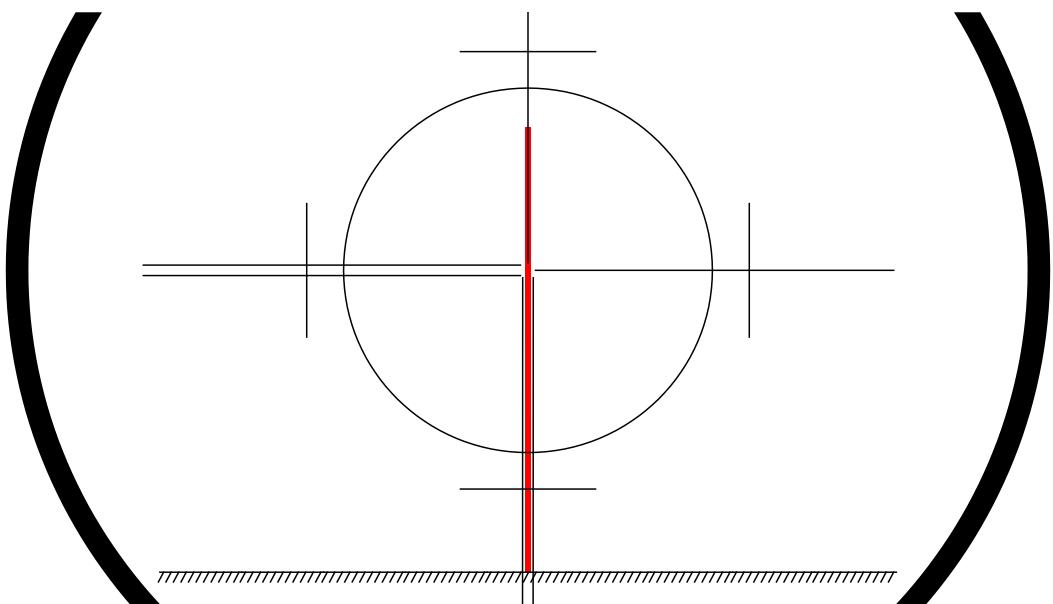

Рис. 6. Наведение вертикальной нити сетки на ось миры.
- 5) Правой рукой закрепите зажимы зрительной трубы и алидады 19 и 20 в положение «от себя». Выполните точное наведение на миру. Для этого, попеременно вращая наводящий винт зрительной трубы 22 и алидады 23, наведите перекрестье сетки нитей на миру. Добейтесь того, чтобы вертикальная нить сетки совпадала с осью миры. Для более точного наведения можно воспользоваться вертикальным биссектором и поместить ось миры между его нитями (рис. 6).
- 8) Плавно вращая рукоятку микрометра 18, совместите штрихи в нижнем окошке. Возьмите отсчет по горизонтальному кругу (М1) и занесите его в ведомость в графу (4) (в примере: 394,4737). *О том, как брать отсчеты, см. описание в разделе 2.2 настоящей инструкции.*
- 12) Когда изображение миры появится в поле зрения, левой рукой закрепите зажимы зрительной трубы и алидады 19 и 20 в положение «к себе». Попеременно вращая наводящий винт зрительной трубы 22 и алидады 23, наведите перекрестье сетки нитей на миру. Добейтесь того, чтобы вертикальная нить сетки совпадала с осью миры (рис. 6).
- 13) Посмотрите в микроскоп. При необходимости подстройте яркость изображения зеркалом подсветки. Плавно вращая рукоятку микрометра 18, совместите штрихи в нижнем окошке. Возьмите отсчет по горизонтальному кругу (M2) и занесите его в ведомость в графу (5) (*в примере: 194,4661*). Наблюдение миры завершено.